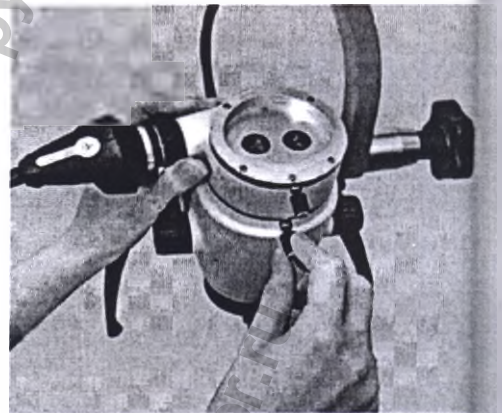

Рисунок 38
3. Установите делитель луча с камерой цифровой на бинокуляр. Максимально плотно затяните ручку монтажную на голове оптической микроскопа (Рисунок 38).